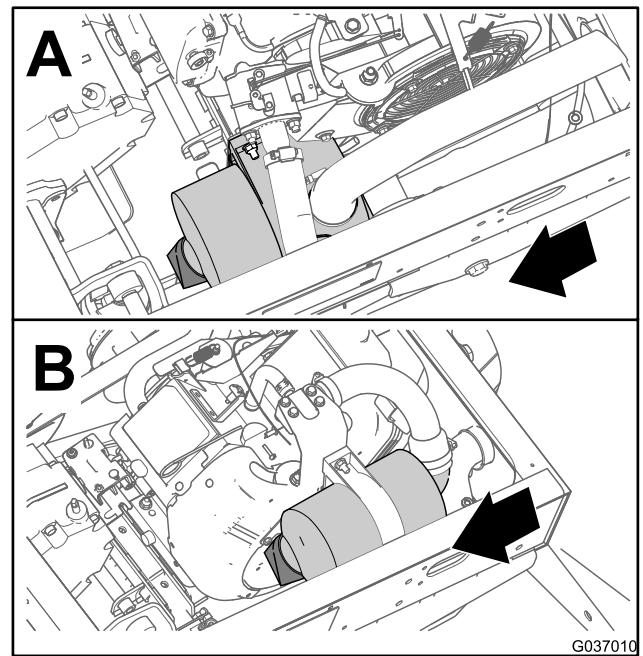
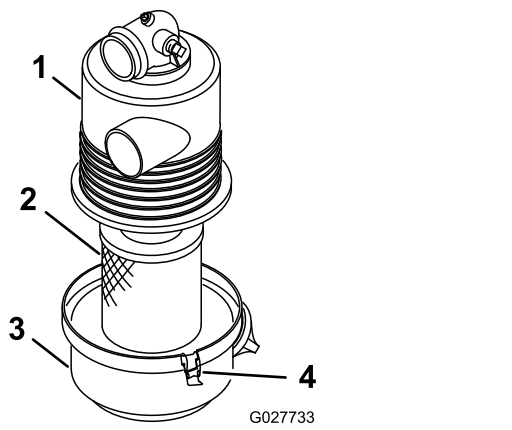

図 32
図 33
- エアクリーナ本体にリーク原因となりそうな傷がないか点検する 図 32と 図 33。
3. エアフィルタのカバーをエアフィルタのハウジングに固定しているラッチを外す 図 33。
4. ボディーからカバーを外し、カバーの内部を清掃する 図 33。
3. エアフィルタのハウジングにエレメントを取り付ける (図 33)。
4. エアフィルタのカバーとハウジングを合わせる 図 33。
5. カバーをハウジングにラッチで固定する(図 33)。